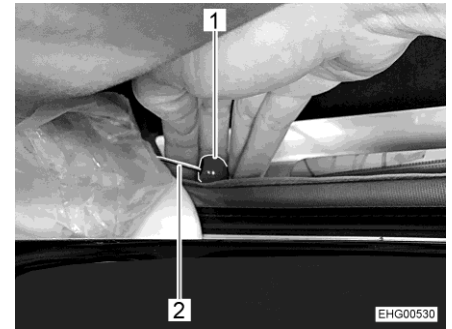

Bild 55 Nödupplåsning
- Dra i den röda knappen (Bild 55,1) på kabeln (Bild 55,2) på båda sidor.